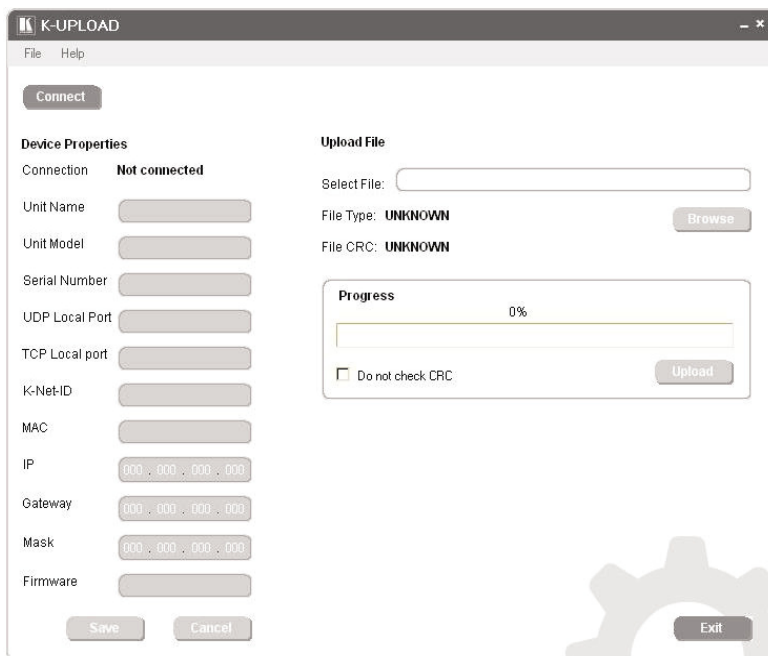

Рис. 6. Главное окно программы K-Upload
1. Дважды щелкните на значке K-Upload на рабочем столе. Выводится окно K-Upload (см. рис. 6).